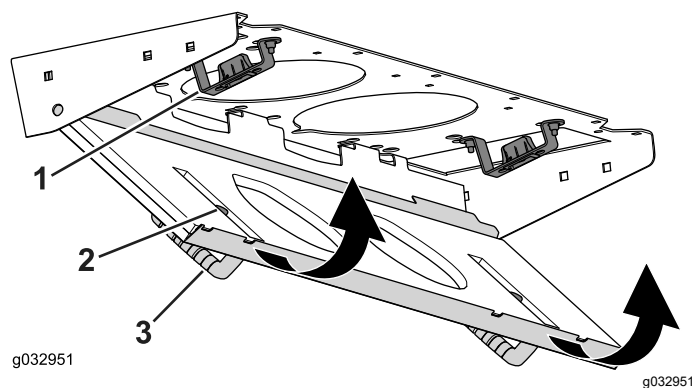

Figure 132
4. Faites pivoter le filtre sur les languettes jusqu'à ce que le verrou s'enclenche dans la fixation (Figure 132).